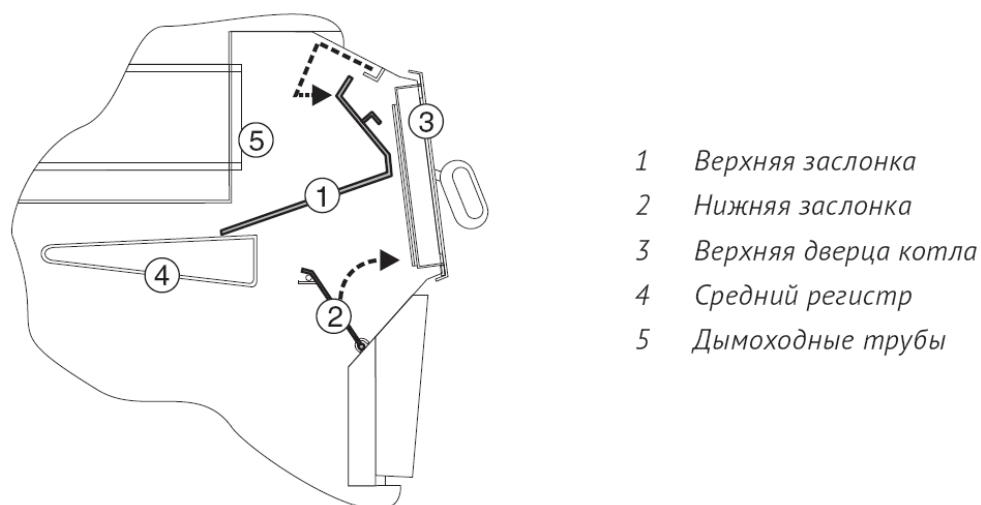

Рисунок 11. Снятие подвижных заслонок из камеры сгорания
Очистку регистра и дымоходных каналов осуществляют через верхнюю дверь. Для этого удалите верхнюю подвижную заслонку (1), расположенную между средним регистром и верхней частью двери (рис. 11). На задней стенке котла есть отверстие для очистки дымохода (рис. 1), чтобы его освободить снимите крышку и две гайки M8. До запуска котла необходимо снова установить подвижную заслонку (1) на свое место, закройте решетку на нижней двери и проверьте открытие/закрытие дверцы подачи воздуха на нижней двери котла.
Пространство под решеткой, камеру сгорания и дымоходные каналы необходимо чистить по мере необходимости. Очистка регистра и дымоходного канала осуществляется через верхнюю дверь (рис. 11) для чего необходимо удалить верхнюю подвижную заслонку (1), расположенную между средним регистром и верхней частью двери (рис. 11), и вынуть турбулизаторы из дымовых труб (рис. 17). До запуска котла нужно турбулизаторы и заслонку (1) вернуть на свои места. На задней стенке котла есть отверстие для очистки дымохода (рис. 1), чтобы его освободить снимите крышку и две гайки M8.
Минимум один раз в год необходимо котел полностью почистить и провести контроль работы горелки сервисной службой. Очистка регистра дымоходного канала производится через верхнюю дверь (рис. 11), для чего необходимо удалить верхнюю подвижную заслонку (1), расположенную между средним регистром и верхней частью двери (рис. 11), и вынуть турбулизаторы из дымовых труб . Перед запуском, турбулизаторы и заслонку (1) вернуть на место.